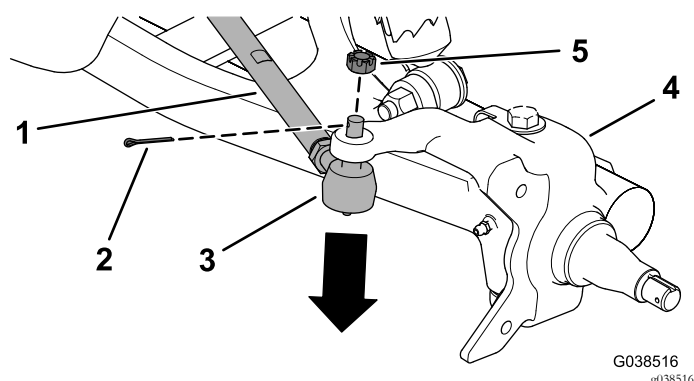

Figur 7
- Fjern de fire sokkelboltene med sekskanthode (5/16 x 3/4 tomme), og fjern rotoren fra navet (Figur 7).
6. Monter rotoren til navet med fire sokkelbolter med sekskanthode (5/16 x 3/4 tomme) som vist i Figur 7.